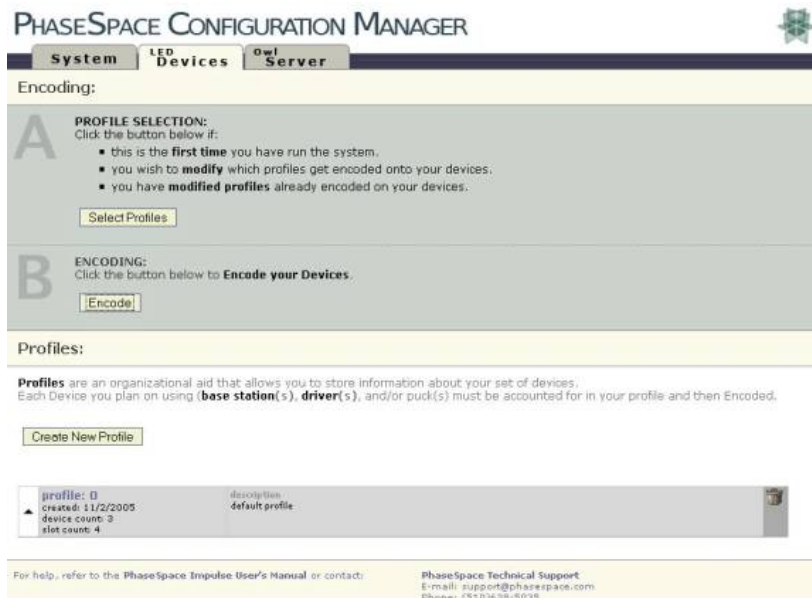

Figura 5: Pagina di configurazione dei LED.
3. con riferimento a Figura 5 cliccare sul tasto *LED Devices* in alto: questa pagina permette di configurare i LEDs ed è l'unica delle 3 che permette di modificare
5. sempre con riferimento alla Figura 5, cliccare sul tasto *Encode*;